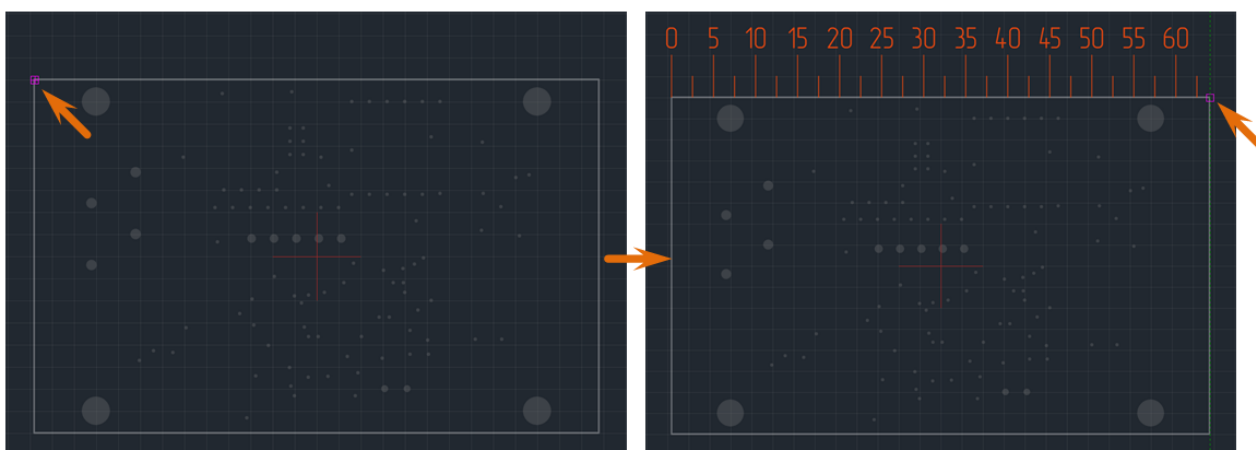

Рис. 277 Размещение линейки
- Переместите курсор, возможный вид размерной линии будет отображаться на экране, см. Рис. 277.